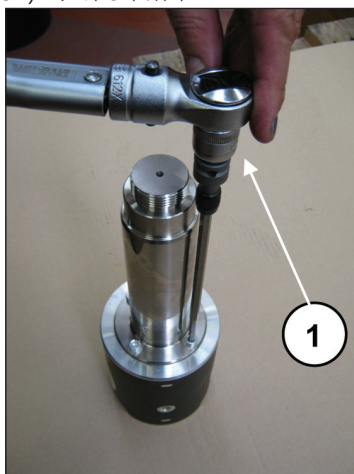

图 51
利用专用工具锁定柱塞导承，接着用扭力扳手进行螺栓的调节(①·图 51)，如第3章所示。